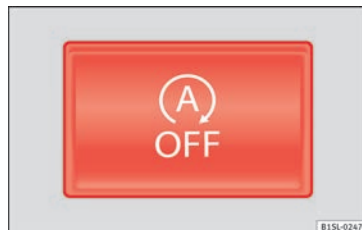

Fig. 158 Sur la console centrale supérieure : touche du système Start-Stop.
- Appuyez sur la touche  située sur la console centrale » fig. 158.